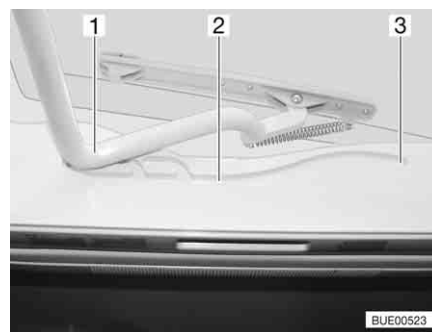

Fig. 58 Lanterneau Heki, glissière
- Tirer l'étrier (Fig. 58,1) dans les glissières (Fig. 58,2) jusque dans la position la plus reculée (Fig. 58,3).
- Pousser l'étrier (Fig. 58,1) légèrement vers le haut avec les deux mains.
- Tirer l'étrier dans les glissières (Fig. 58,2) jusqu'à la position souhaitée.